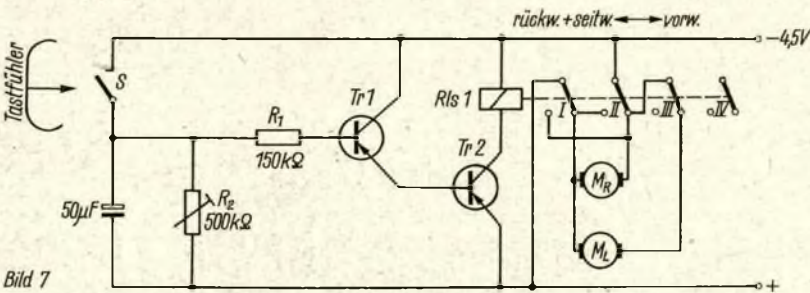
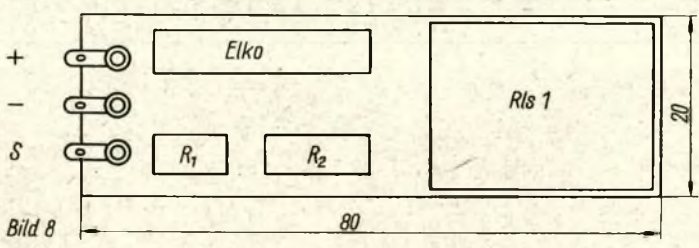

Bild 7
Bild 8
- Bild 7:** Schaltung des Tastsinnes der elektronischen Schildkröte
- Bild 8:** Anordnungsschema der Schaltplatte für das Tastsinnorgan
Das einfachste Funktionsorgan des kybernetischen Fahrmodells ist das Tastorgan. Die Schaltung ist aus Bild 7 ersichtlich. Der Schalter S schließt, sobald das Modell mit seinem Fühler an einem Hindernis anstößt. Beim Schließen des Stromkreises wird der Elko (50 µF) aufgeladen. Damit wird Transistor Tr 1 leitend und auch Transistor Tr 2 öffnet sich. Dabei zieht das Relais Rls 1 an und schaltet um. Das Relais bleibt solange angezogen, bis der Kondensator fast entladen ist. Die Entladezeit läßt sich durch den Einstelltrimmer 500 kOhm regeln. Beim Einstellen ist so vorzugehen, daß der Entladevorgang nach Vollzug von etwa einer Vierteldrehung des Fahrmodells beendet ist. Die abgebildete Schaltung mit zwei Transistoren wurde deshalb gewählt, um mit geringerer Kapazität des Kondensators auskommen zu können. Es ist ohne weiteres möglich, den Transistor Tr 1 wegzulassen, den Vorwiderstand von 150 kOhm zu verringern und eine bedeutend höhere Kapazität des Ladekondensators zu benutzen. Auch der Einstelltrimmer muß in seinem Wert geändert werden. Alle Bauelemente, mit Ausnahme des Schalters (Fühlers), wurden auf einer kleinen Pertinaxplatte nach Bild 8 angeordnet. Diese kleine Baugruppe kann schnell ausgelötet werden und läßt sich auch für andere Schaltungen verwenden, z. B. für eine elektronische Belichtungsuhr.